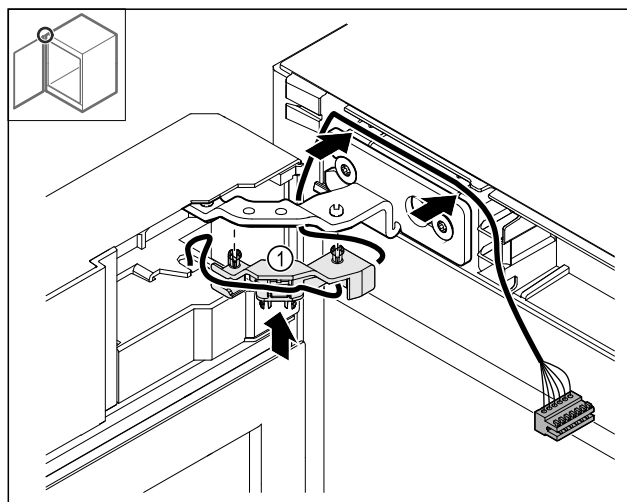

Fig. 48
- ▶ Apăsați suportul de cablu Fig. 48 (1) în balama.